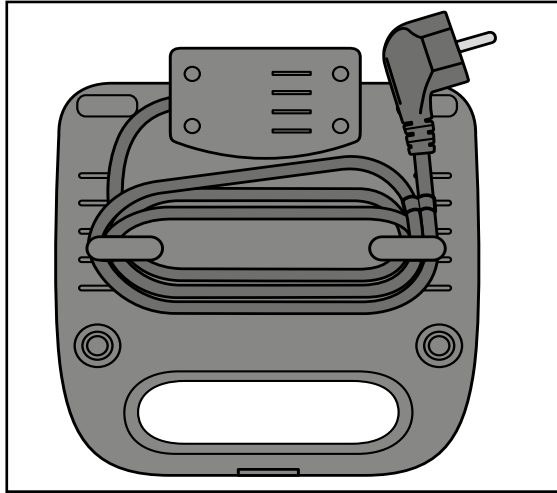

Fig. 1
- Enrolle el cable de red alrededor de las fijaciones del enrollacables 16 de la parte posterior del aparato. Fije el cable con el clip de sujeción (consulte la fig. 1):